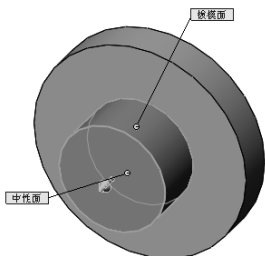

图 4-82 选择中性面和拔模面
- [4] 在实体模型上选择中性面和拔模面，如图 4-82 所示。